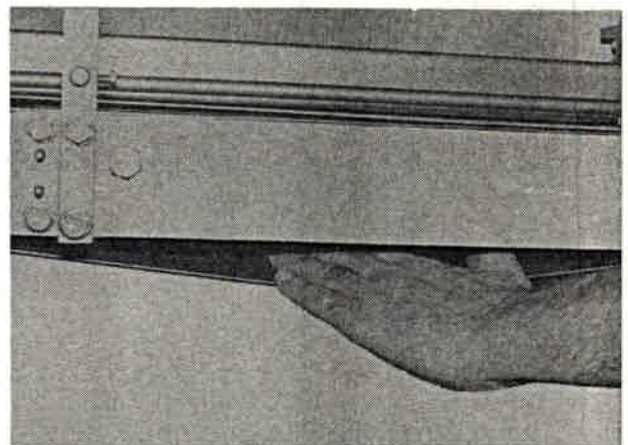

Bild 115
2. Transportbandspannung auf der Unterseite des Bandes von Hand prüfen (Bild 115). Das Band muß sich in der Mitte mit den Fingerspitzen ca. 1...2 cm durchdrücken lassen.